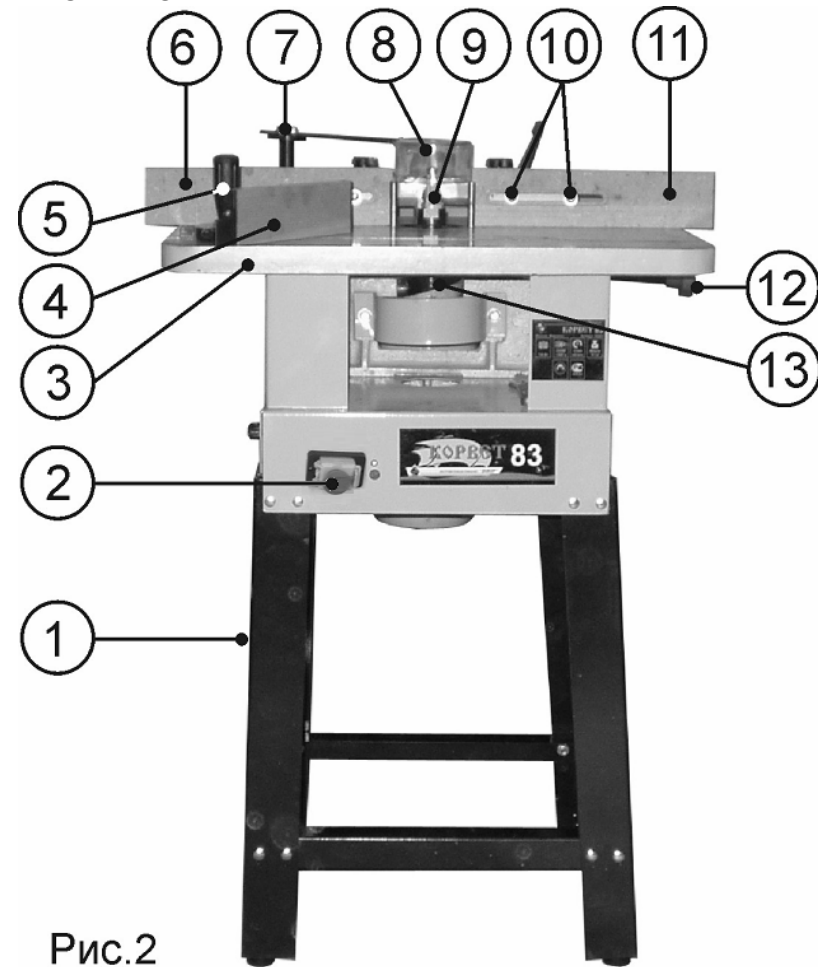
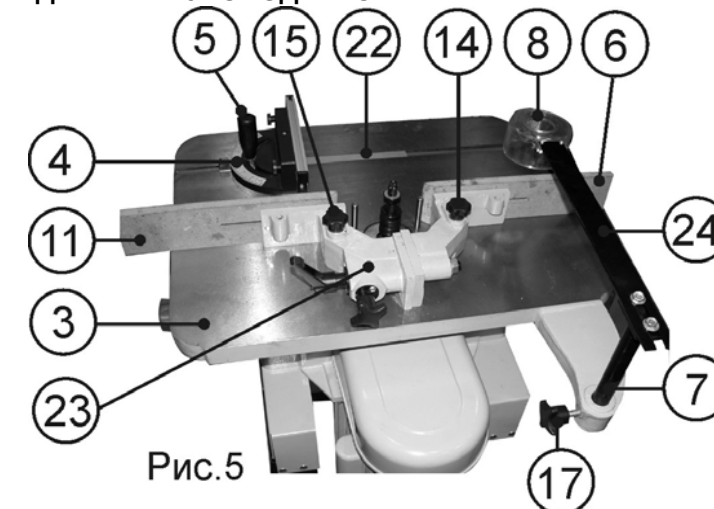
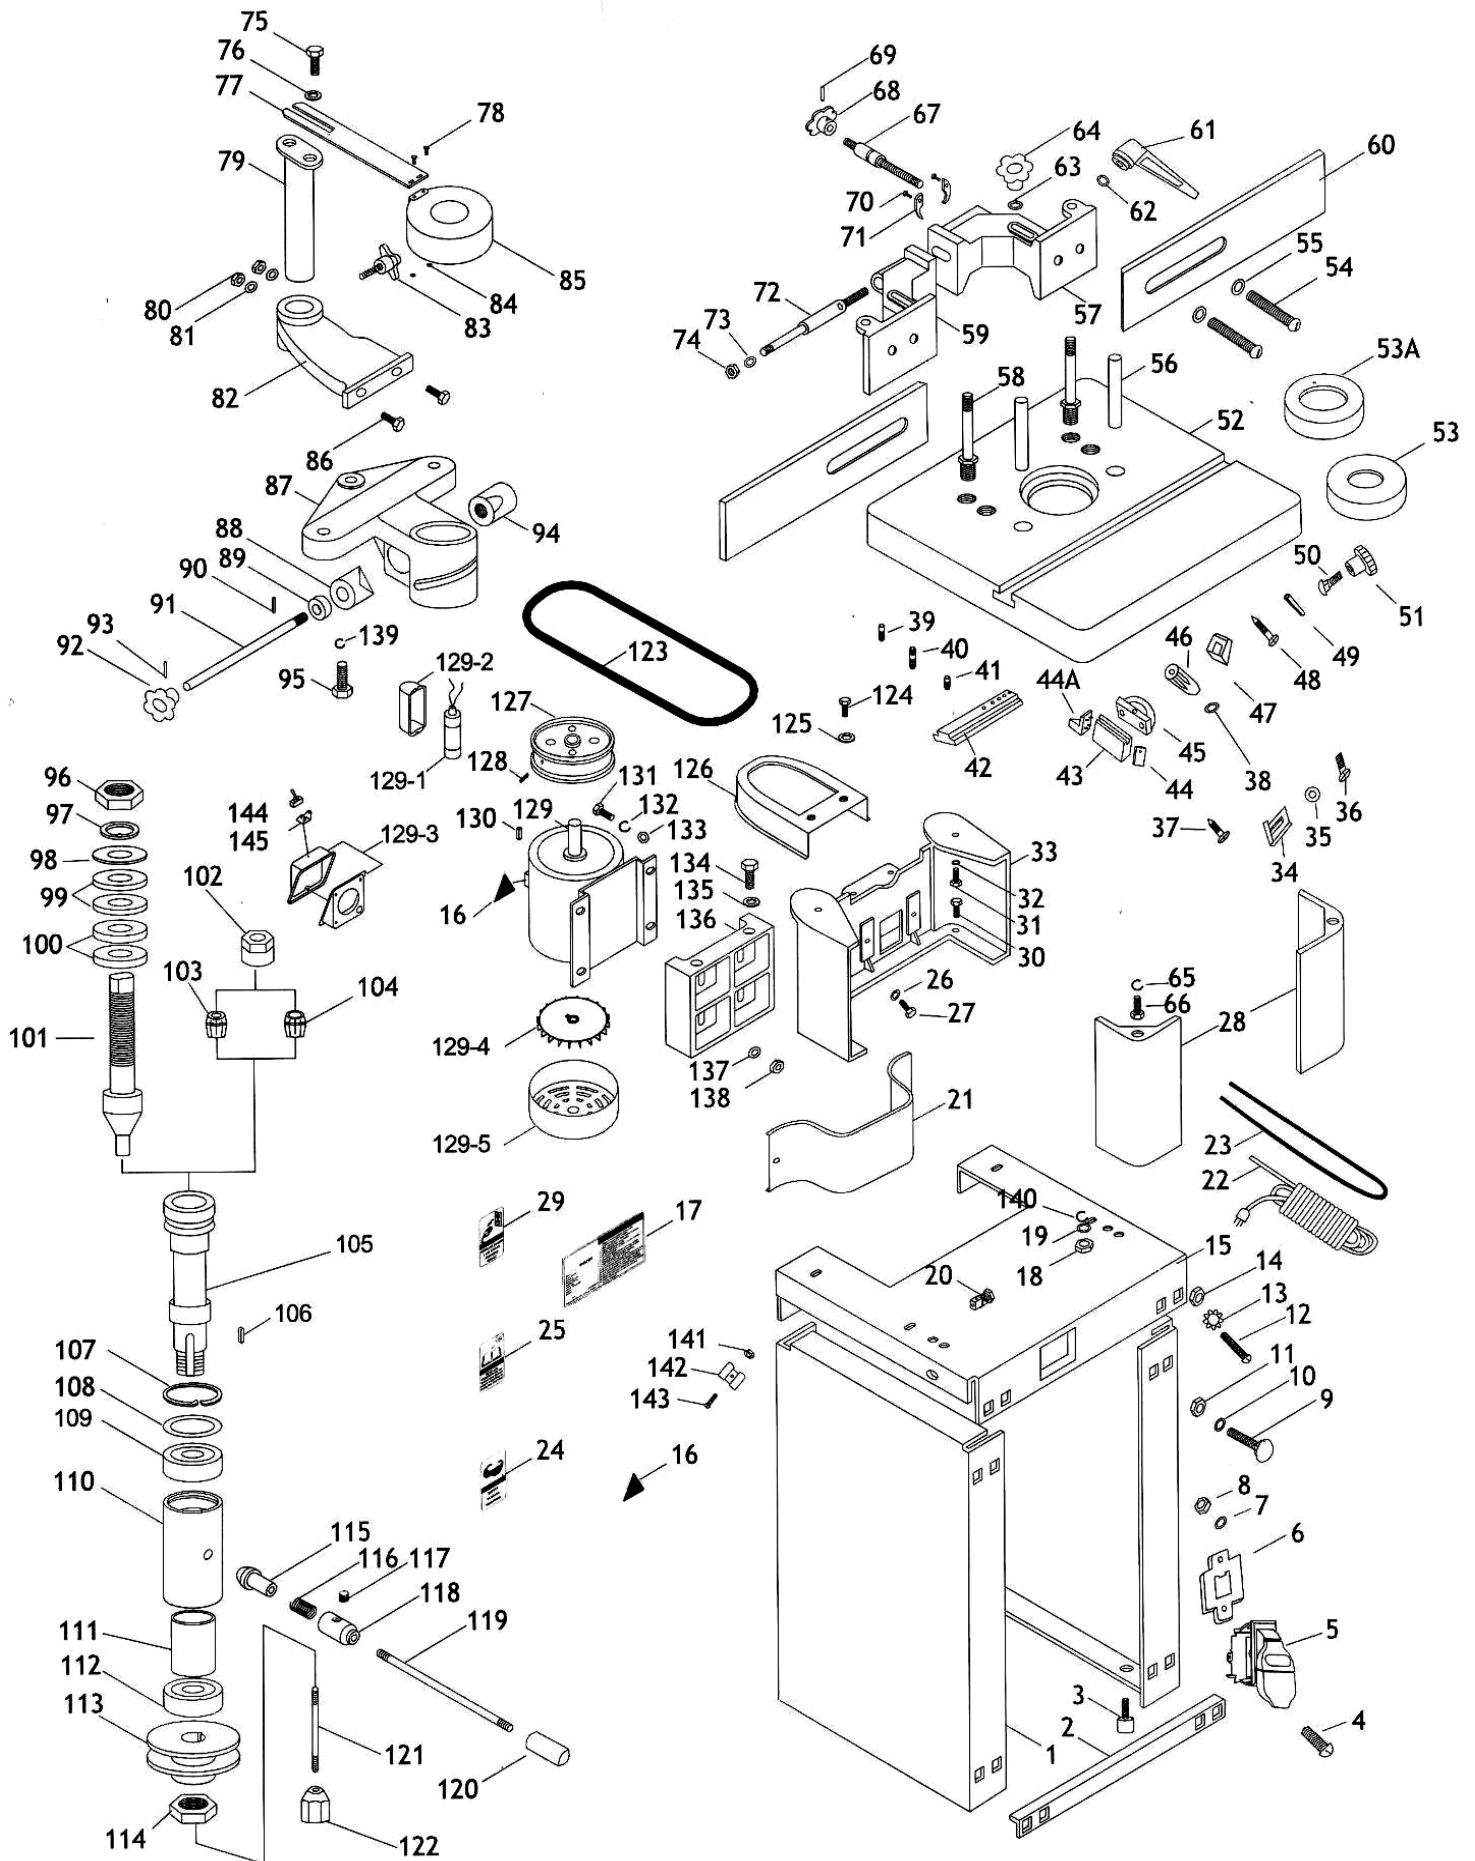

Рис.2
Рис. 5
Рис. 1
7.1. Станок состоит из следующих сборочных единиц и деталей (Рис.2, 3)
8.1.1. Из двух боковых панелей (В) и двух планок (Н), используя крепёж (К), Рис. 1, соберите основание (1), Рис.2.
8.1.2. Установите станок (А), и используя крепёж (К), Рис. 1, закрепите на основании (1), Рис.2.
8.2.2. Используя шайбу (Р), Рис.1, на скользящей планке (22) установите и ручкой (5) закрепите направляющую скосы (4), Рис.5.
8.3.2. На стойке (23) винтами фиксации (10) закрепите заднюю и переднюю направляющие планки (6 и 11), Рис.2; 5.
8.4.1. Используя крепёжные детали (Е), Рис.1, стойку защитного колпака (7), штангу (24) и защитный колпак (8) соедините в один узел, Рис. 5.
8.4.2. Стойку защитного колпака (7) вставьте в гнездо на рабочем столе (3), закрепите фиксирующим винтом (17), Рис. 5.
**Детали сборки «Корвет 83» (Рис. 1)**